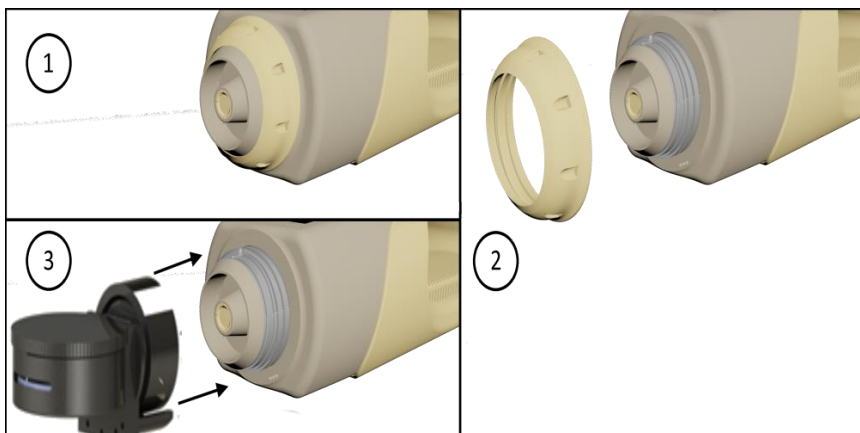

Figura 23. Procedura de conectare a desorbtorului
- deșurubați capacul decorativ în sens invers acelor de ceasornic, așa cum se arată în Figura 23;